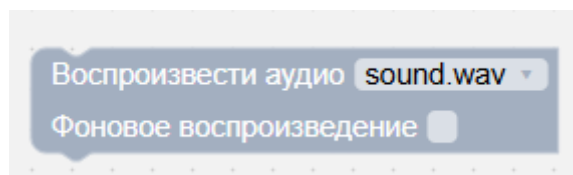

Рисунок 61 – Блок «Звуки»
11. «Звуки» – воспроизведение аудио с возможностью фонового режима (см. Рисунок 61). Предусмотрено 4 звуковых файла. Дополнительно можно загрузить